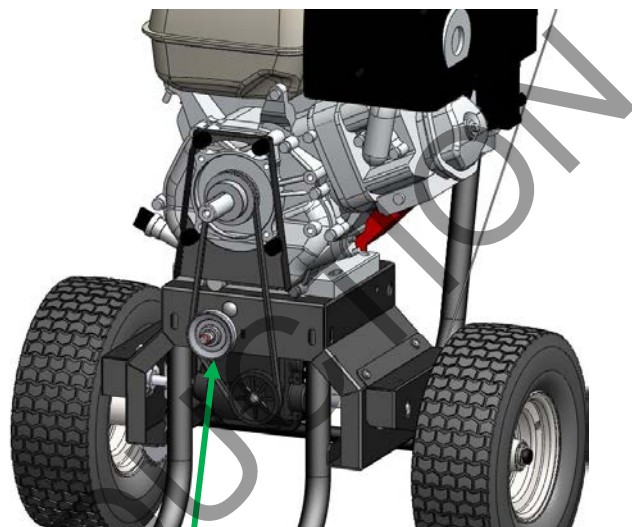

Fig. 6
4. Løsn møtrikken på styreremskiven og lad den glide til højre for at lette remmens spænding. (Se Fig. 6)